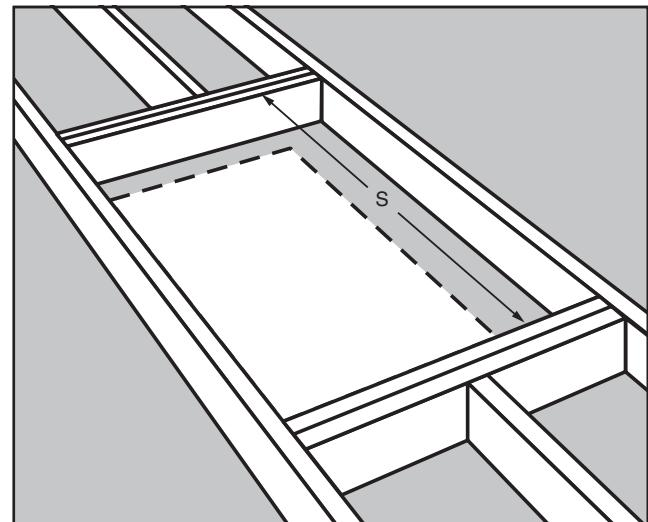

FIGURA 17
PASO 1. Mida la longitud "S" del travesaño longitudinal entre los travesaños (Vea la Figura 17).
PASO 3. Si la viga de cielo raso no proporciona un lado del marco, entonces corte un segundo travesaño longitudinal con la misma longitud del primer travesaño longitudinal. Observe que sólo se necesita un travesaño longitudinal en la Figura 17 porque la viga del cielo raso proporciona un lado del marco.